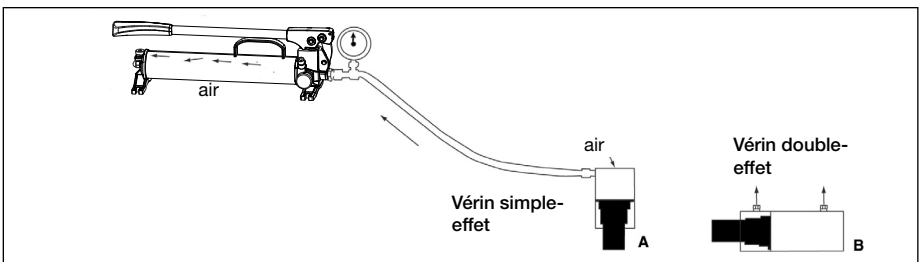

Figure 11, Suppression de l'air
3. Placer la pompe à l'horizontale, sur une hauteur supérieure à celle du vérin. Voir Figure 11.
2. Placer la pompe à l'horizontale, sur une hauteur supérieure à celle du vérin. Voir Figure 11.